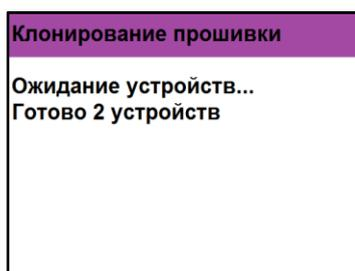

Рисунок 24 - Готовность устройств к клонированию программного обеспечения
- 2.3.6. После подтверждения клонирования на дисплее ППК отобразится количество ППК в текущей CAN-сети, готовых к клонированию ПО (рисунок 24).